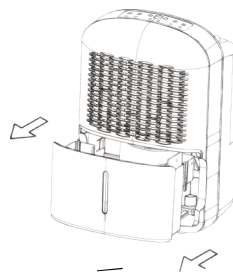

Fig. 10
- Estrarre la tanica d'acqua come indicato in Fig.10.